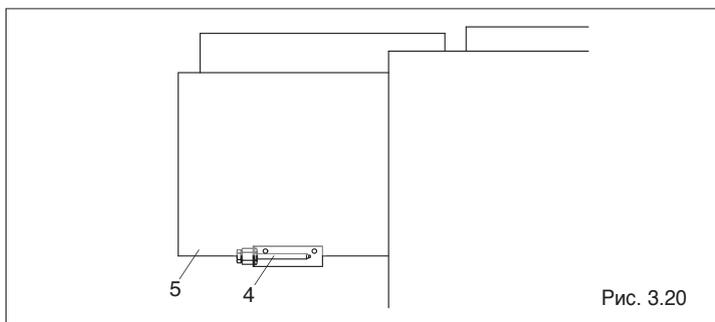

Рис. 3.20
- Закрепите баллончик термостата дымовых газов (4) на дымосборной камере (5), используя два отверстия, которые уже проделаны в дымосборной камере (Рис. 3.20).